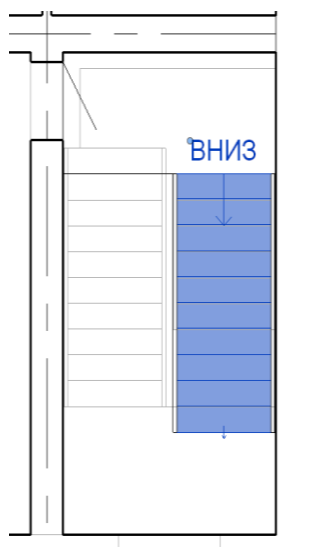
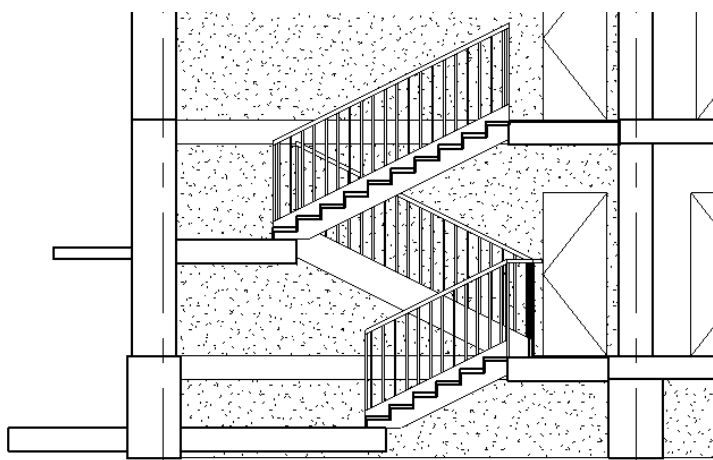

Рис. 101
Рис. 102
5. В режиме редактирования в панели **Свойства** выбрать **Ширина- 1275мм**, **Требуемое количество подступенков – 10**, **Текущая ширина ступени – 300мм** и установить лестничный марш между площадками. Щелкнуть кнопку с галочкой **Завершить режим редактирования** на панели **Режим** (рис.101, рис.102).